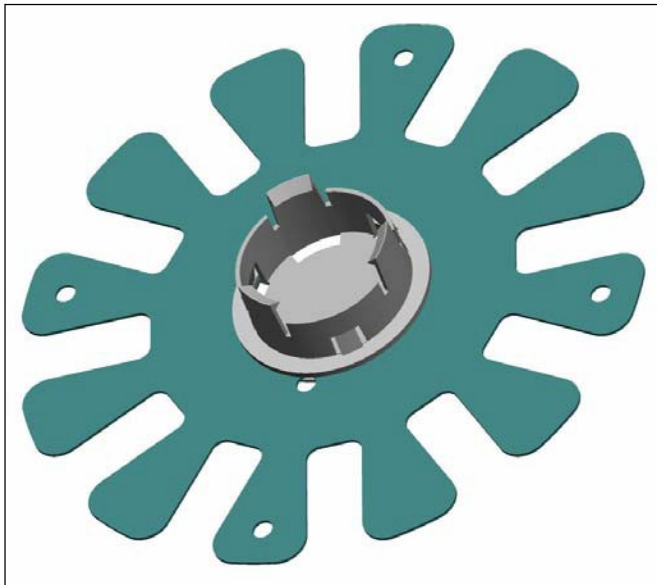

Abbildung 4: Tankwand-Führung
2. Entnehmen Sie die Tankwand-Führung (Abbildung 4) aus dem Versandkarton.